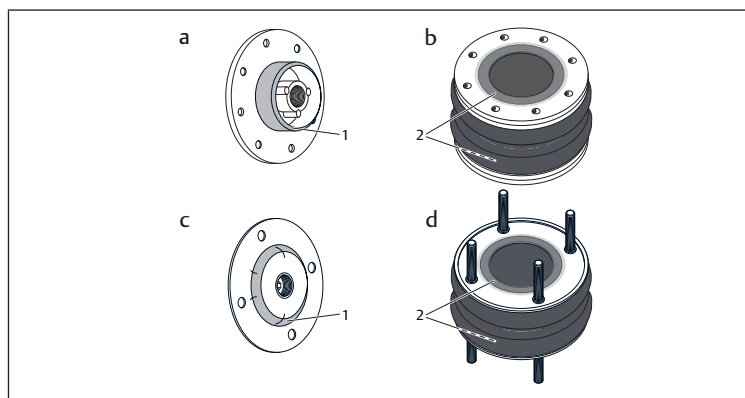

Fig. 2: Zone de mouillage du couvercle (1) | Zone de mouillage du soufflet (2)
1. Avant le montage, mouiller les ouvertures du vérin à soufflet ainsi que la zone de vissage des couvercles à l'aide d'eau savonneuse (voir fig. 2).